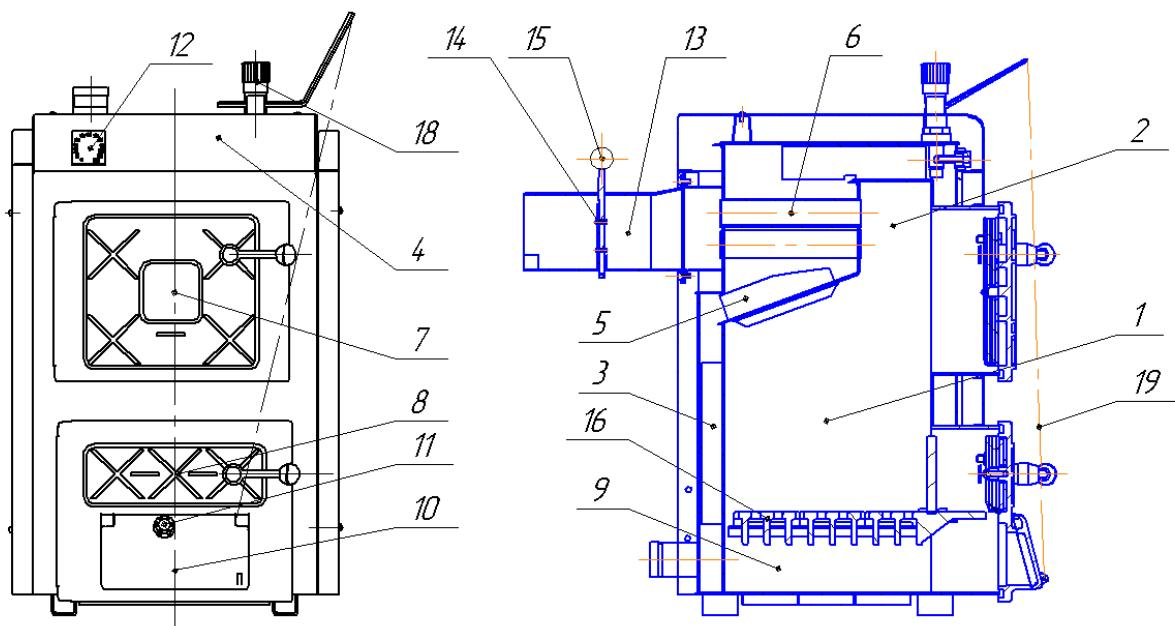

Рисунок 1. Загальний вигляд котла КС-Т-12 та його вузли.
- відкрити за допомогою гвинта 11 (рис. 1) поворотну заслінку 10 (рис. 1) в нижній дверці для вільного підживлення повітря під колосникову решітку.